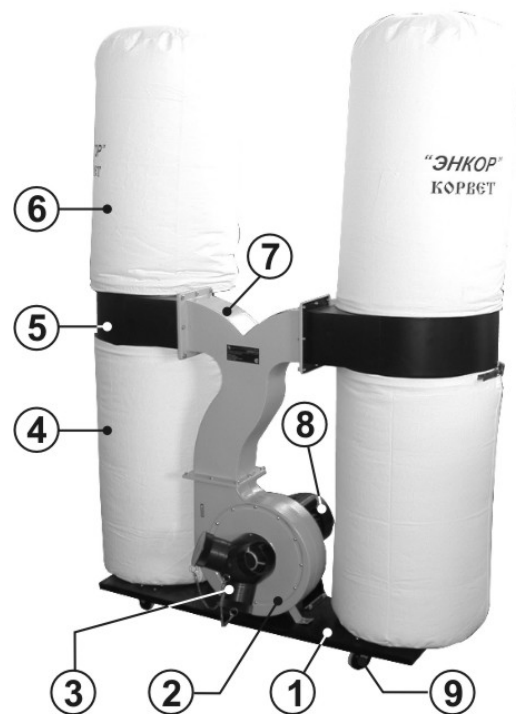

Рис.2.
Основные части и узлы пылесоса представлены на Рис.2.
8.9. Закрепите винтом переходник входной (3) на входном патрубке корпуса вентилятора (2) Рис.2.
Пылесос рассчитан на работу с тремя деревообрабатывающими станками (строгальными, пилами и т. п.) и соединяется с ними шлангами диаметром 100 мм через переходник входной (3), Рис.2. При необходимости работы пылесоса с одним или двумя деревообрабатывающими станками снимите шланги с неиспользуемых каналов входного переходника, а каналы закройте крышками.